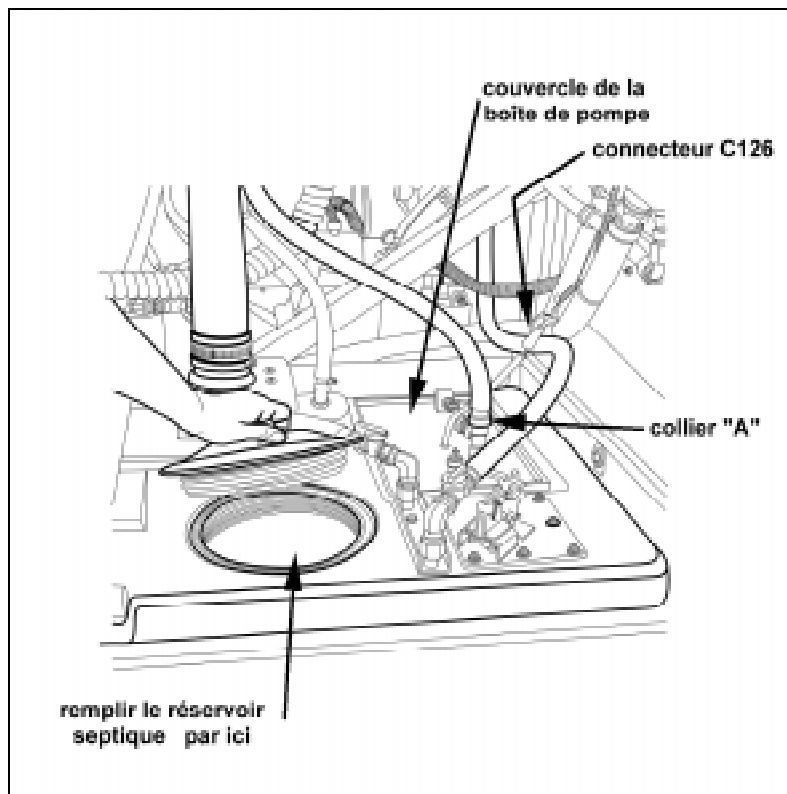

FIGURE 2 : RÉSERVOIR SEPTIQUE ET COUVERCLE DE LA BOÎTE DE POMPE
3. Remplir le réservoir septique d'eau propre et rincer à fond la tuyauterie, le boîtier de pompe et le réservoir en actionnant la chasse d'eau dans le cabinet d'aisance (figure 2).
6. Dans le compartiment d'accès au côté droit du moteur, débrancher le connecteur C126 pour l'alimentation électrique de la pompe (figure 2 & 4).
7. Ouvrir le collier de serrage "A" du boyau flexible et déconnecter le boyau du raccord (figure 2).
8. Avec une clé 10mm, dévisser les boulons de fixation du couvercle de la boîte de pompe (figure 2).